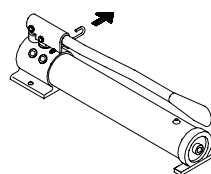

Figure 5 - Tirez sur la goupille de verrouillage à ressort et faites-la pivoter vers l'arrière pour déverrouiller la poignée.
- Tirez la goupille de blocage à ressort et faites-la pivoter vers l'arrière pour débloquer la poignée (Fig. 5).